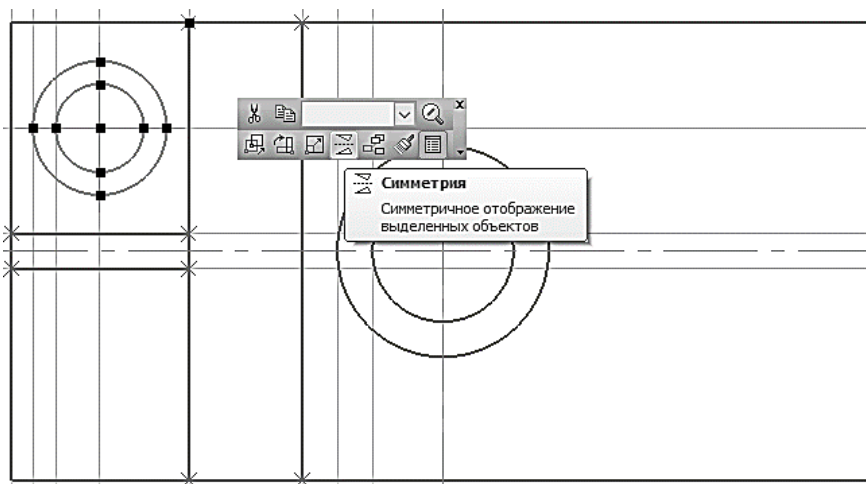

Рис. 135. Построение элементов при помощи команды «Симметрия»
14.2 Нажмите кнопку **Симметрия**  на панели **Редактирование** . Вместо кнопок на инструментальных панелях удобнее использовать аналогичные кнопки на Контекстной панели (рис. 135).